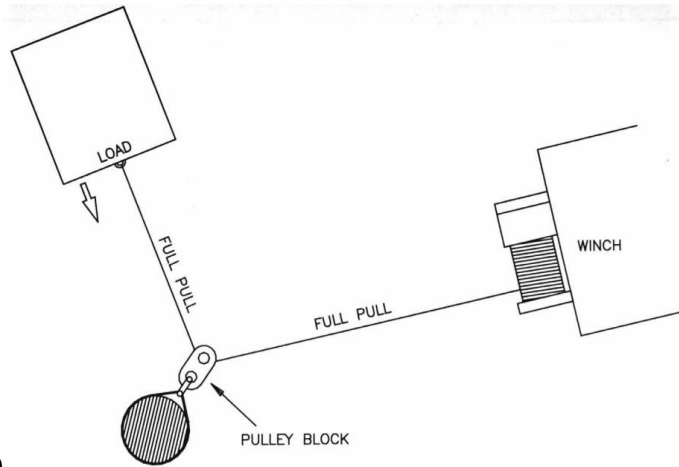

Abbildung 20
15. Abbildung 20 zeigt die Verwendung eines Flaschenzugs zum Ändern der Zugrichtung. Ein mechanischer Vorteil lässt sich erzielen, indem man einen Flaschenzug mit einem Schäkkel an der Nylonschlinge befestigt und das Drahtseil zum Ankerpunkt führt.